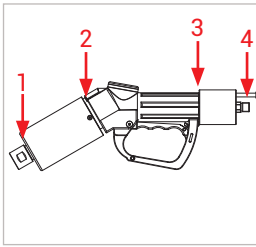

Abbildung 21
- ▶ Überprüfen Sie folgende Messstellen (*Abbildung 21*)
- WEH® Servicenippel (1)
- Stoßschutzhülse und Handgriff (2)
- Drehdurchführung und Handgriff (3)
- Verschraubung (4)